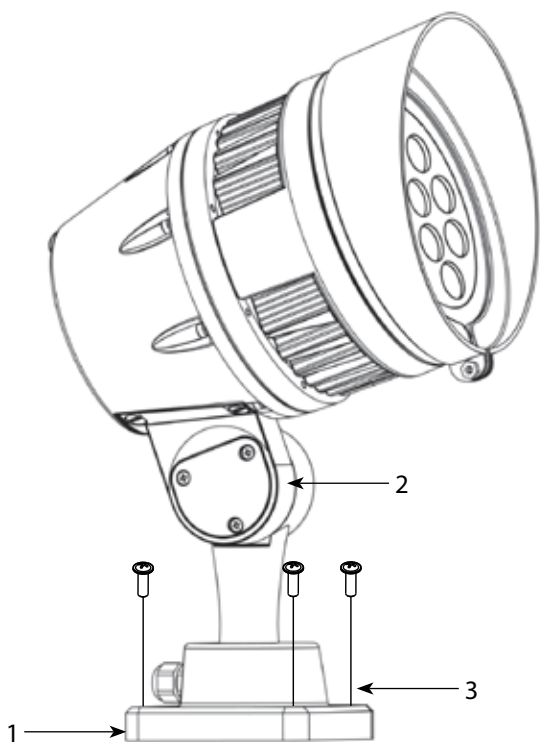

Fig.2
L'ARCSUN18RGB può essere collocato su un piano solido (fig.2). Inoltre, grazie alle possibilità di fissaggio con la staffa di supporto (1), l'unità può essere montata su diverse superfici come pareti e soffitti. Per il fissaggio occorrono dei supporti robusti per il montaggio. L'area di collocazione deve avere una stabilità sufficiente e supportare almeno 10 volte il peso dell'unità.